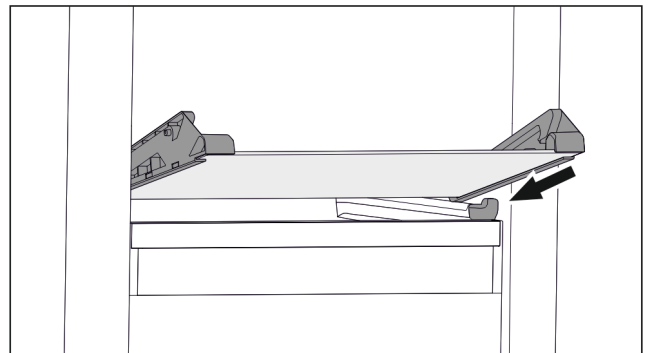

Fig. 64 Стеклянная пластина откидного выдвижного ящика
- ▶ Наклоняя вниз, установите стеклянную пластину за стопоры. (см. Fig. 64)